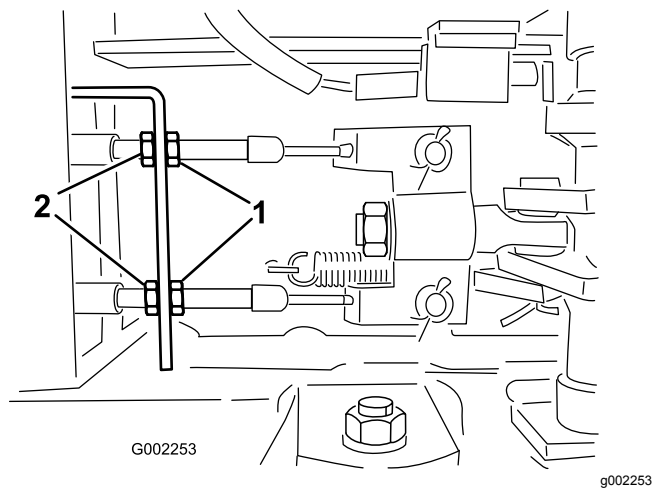

Figura 57
5. Afloje las tuercas delanteras de los cables de freno, debajo del extremo delantero del fumigador (Figura 57).
6. Apriete las tuercas traseras en la misma cantidad hasta que el pedal de freno recorra entre 1 a 2 cm antes de que se note resistencia (**Figura 57**).